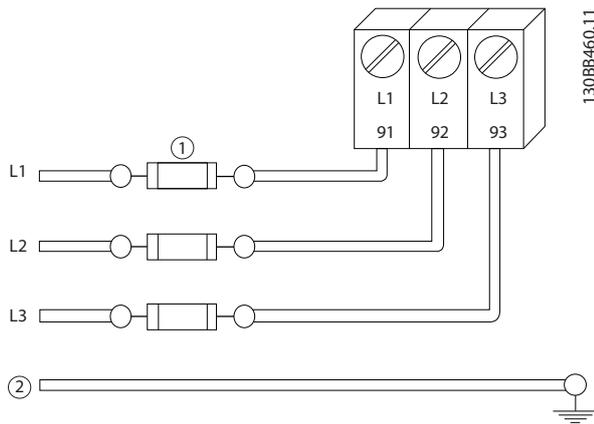

図 2.4 周波数変換器ヒューズ
- すべての周波数変換器は短絡および過電流保護を備えている必要があります。入力ヒューズが保護のために必要です。図 2.4 を参照してください。工場では備えられない場合、ヒューズはインストレーションの一部として設置業者によって取り付けられます。10.3.1 保護の最大ヒューズ定格を参照してください。